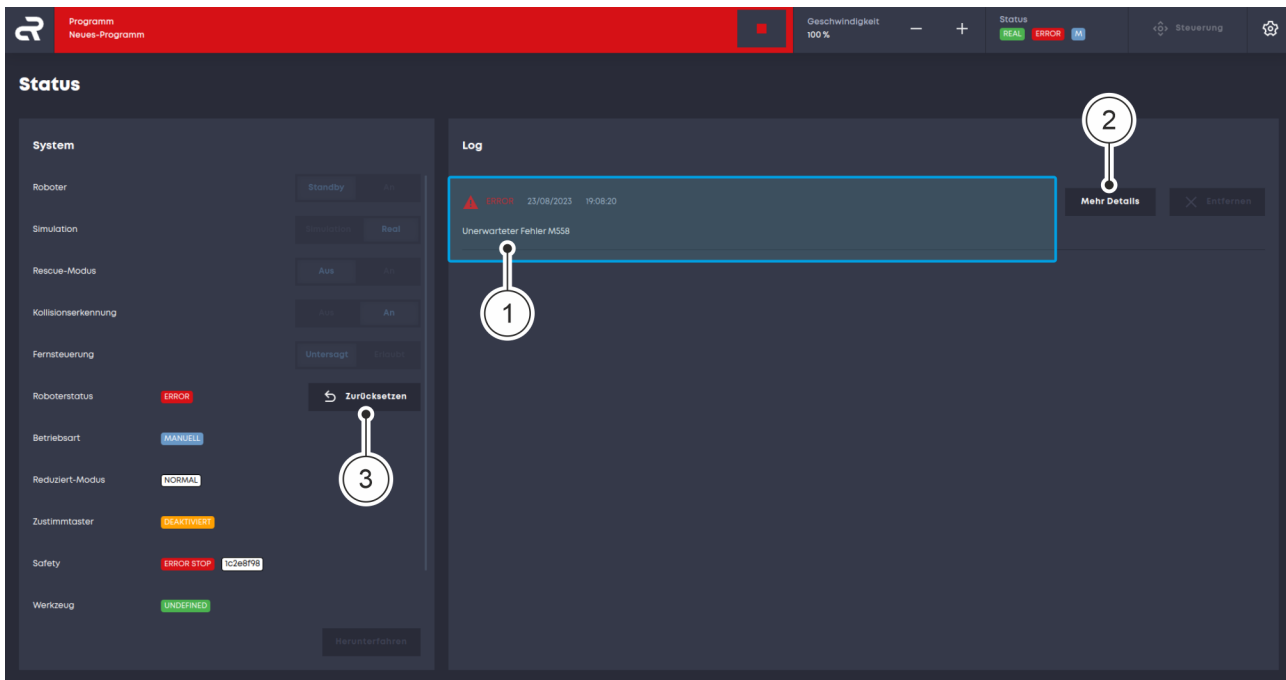

Abb. 36 Störmeldung quittieren
- ▶ Im Menü „Log“ werden die Störmeldungen angezeigt Abb. 36/①.
Abb. 36.
03. Im Menü „Log“ auf die Schaltfläche „Mehr Details“ Abb. 36/② klicken, um Informationen zur Störmeldung zu erhalten.
04. Auf die Schaltfläche „Zurücksetzen“ klicken, um die Störmeldung zu quittieren Abb. 36/③.